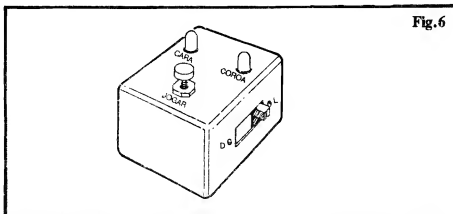

Fig. 6
- FIG. 6 - A CAIXA E O ACABAMENTO - O lay out sugerido para o "jeitão" final do CARA OU COROA mostra apenas uma das várias possibilidades, que ficam a cargo do gosto e da criatividade do Leitor/"Aluno"... A disposição mais elementar e simples, contudo, quase sempre dá os melhores resultados visuais e práticos... Para tanto, basta posicionar os dois LEDs em furos feitos no painel principal,